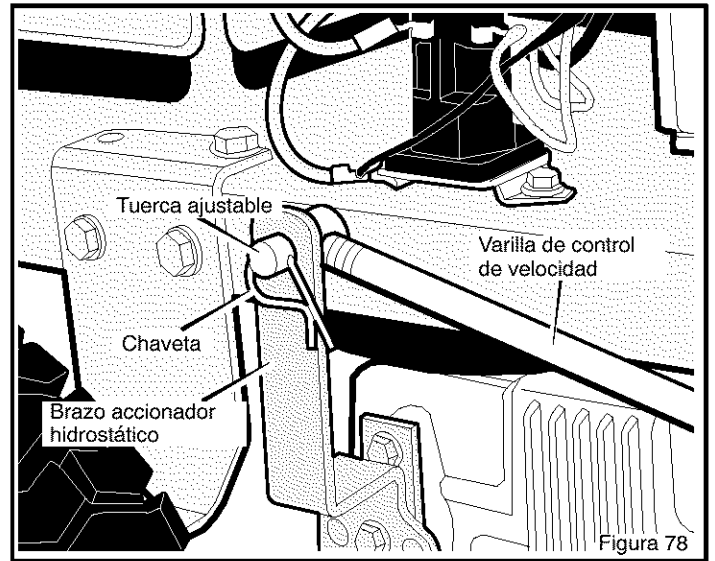

Figura 78
2. Retire la **chaveta** de la tuerca ajustable (Figura 78).